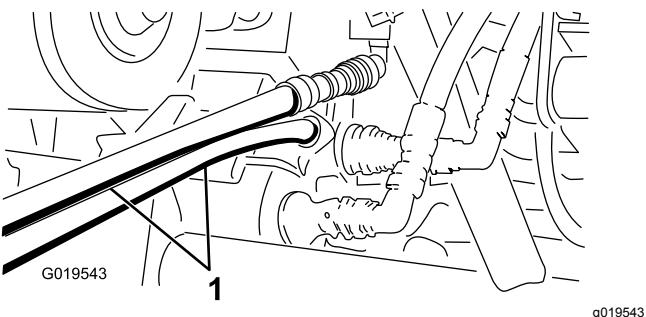

Figura 67
5. En la otra máquina, conecte las dos mangueras al acoplamiento que permanece todavía en el soporte de acoplamiento (conecte la manguera superior al acoplamiento superior y la manguera inferior al acoplamiento inferior) (Figura 67).